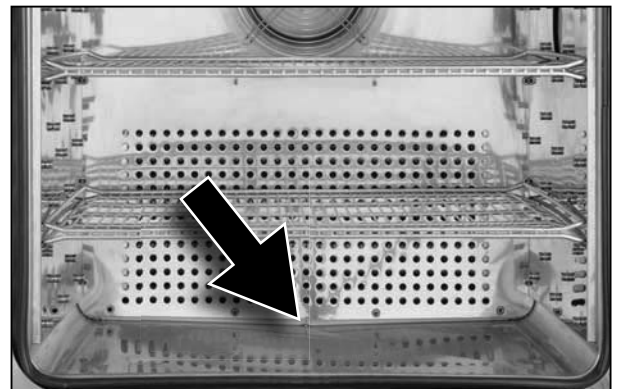

Abb. 37 Kondensat-Ablaufrohr
- ▶ Kondensat-Ablaufrohr (Abb. 37) in der Rückseite des Innenraums auf Durchlass prüfen und nötigenfalls reinigen.